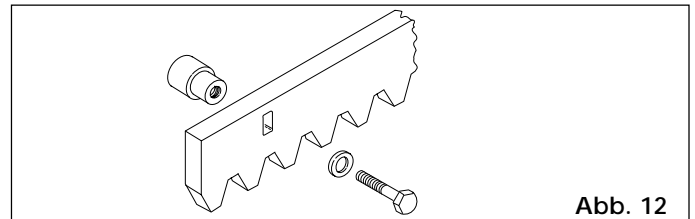

Abb. 12
4.4.1. VERSCHWEISSBARE STAHL-ZAHNSTANGE (Abb. 12)